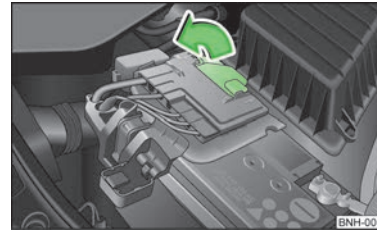

Abb. 103
- Die Abdeckung in Pfeilrichtung aufklappen » Abb. 103.